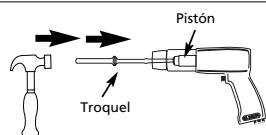

Figura 3
2. Intente liberar el pistón atascado con el troquel (Vea la figura 3).